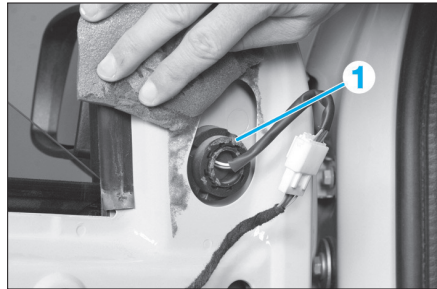

FIG. 77
- A l'aide d'une douille adéquate ou équivalent, déposer l'écrou de fixation (1) (Fig.77) du rétroviseur.